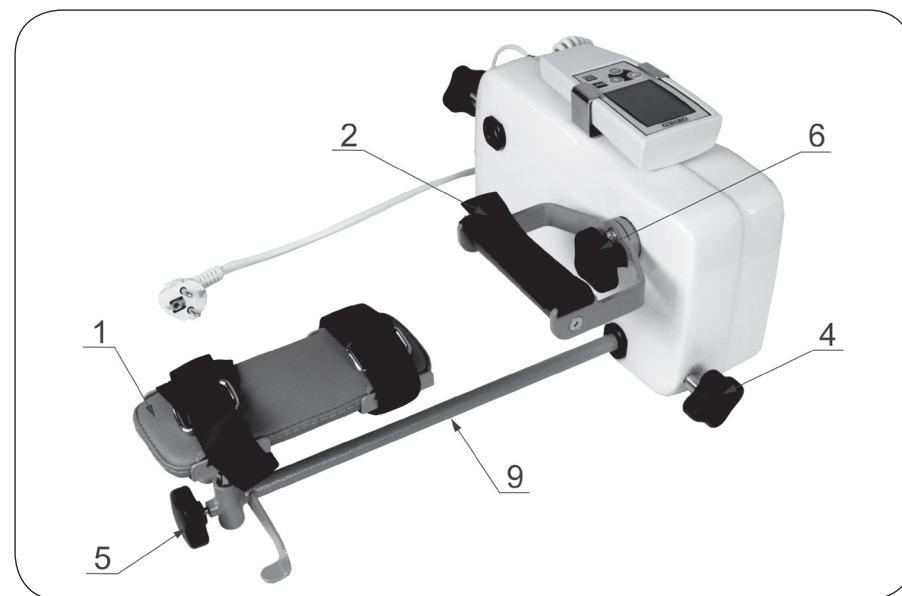

Рисунок 7.3 – Настройка Apparata для процедуры пронации/супинации
1. Для выполнения процедуры сгибания/разгибания необходимо: установить водило сгибания/разгибания (11) на ось мотора и зафиксировать фиксатором (6). Ручку для сгибания/разгибания (10) установить вертикально в водиле (11). Лоток предплечья (1) отрегулировать по высоте так, чтобы ось предплечья совпала с осью ручки для сгибания/разгибания (10) и зафиксировать фиксатором (8). Закрепить предплечье с помощью ленты-липучки так, чтобы ось сгибания кисти совпала с осью мотора, зафиксировать ручку (10) с помощью фиксатора (12). Кисть руки на ручке (10) закрепить с помощью ленты-липучки. Внешний вид аппарата в режиме сгибания/разгибания приведен на рис.(7.1).
2. Для выполнения процедуры девиации необходимо: установить ручку для сгибания/разгибания и девиации (10) в горизонтальное положение. Остальные положения исполнительных механизмов идентичны настройке аппарата для сгибания/разгибания см.рис.(7.1). Внешний вид аппарата в режиме девиация приведен на рис.(7.2).
3. Для выполнения процедуры пронации/супинации необходимо: установить ручку пронации/супинации (2) на ось редуктора и зафиксировать фиксатором (6). Установить стойку для пронации/супинации (9) и зафиксировать фиксатором (4). Отрегулировать по высоте лоток предплечья (1) так, чтобы ось предплечья совпала с осью мотора, зафиксировать фиксатором (5). Закрепить кисть и предплечье с помощью ленты-липучки. Внешний вид аппарата в режиме пронации/супинации приведен на рис. 7.3.